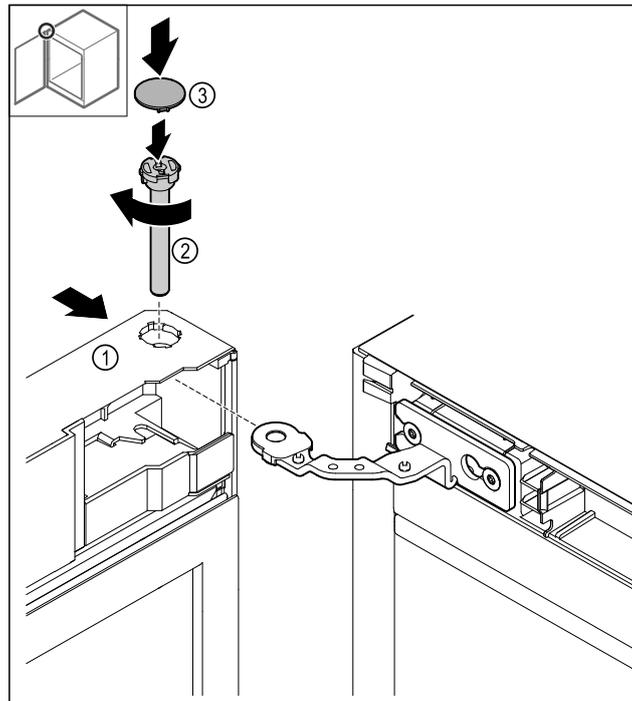

Fig. 44
- ▶ Du haut, pousser la porte Fig. 44 (1) sur la charnière.
- ▶ Insérer et serrer le boulon Fig. 44 (2) dans le sens des aiguilles d'une montre.
- ▶ Poser le cache Fig. 44 (4).